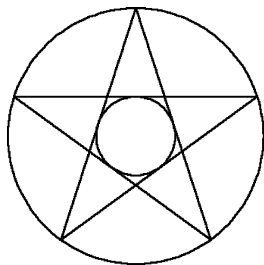

图 2-94 图形 1
(8) 关于样条曲线拟合点说法错误的是 ()。
(9) 绘制如图 2-94 所示的图形。